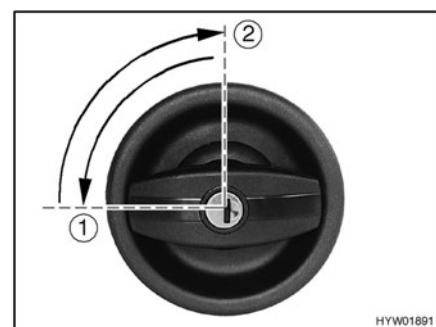

Fig. 21 Cerradura de la puerta de entrada, en el exterior, bloquear
- Introducir la llave en el cilindro de cierre y girarla un cuarto de vuelta en sentido contrario a las agujas del reloj (Fig. 21,1).
- Girar hacia atrás la llave a la posición central (Fig. 21,2) y extraerla.